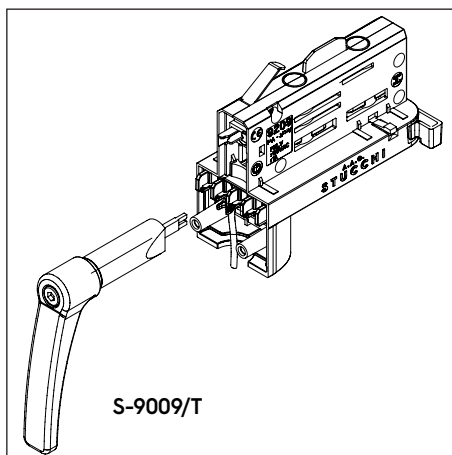
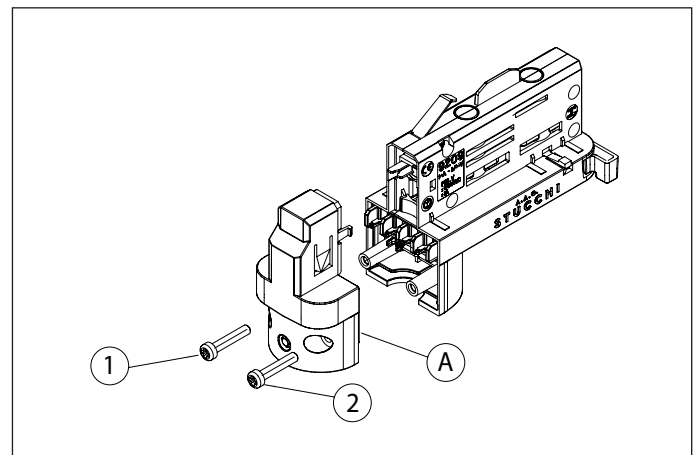

Abb. 1 Stromanschluss Adapter
Abb. 2 Verschließen vom Adapter
Für den Stromanschluss vom Adapter Kabel mit einem Querschnitt von AWG12 verwenden, je nach Stromwert vom Strahler und nach Kabeltyp (verlitzte oder verzinkt). Zum Verkabeln vom Adapter das Spezialwerkzeug (Abb. 1) verwenden. Das Werkzeug muss gesondert bestellt werden. Sicherstellen, dass die Polarität vom Adapter entsprechend der Markierungen (L / N / T / D+ / D-) beachtet wird. Gegen den Leiter drücken, bis er korrekt im Kontakt sitzt. Es sind zwei Kabelklemmen verfügbar für Kabel mit einem Durchmesser von 0,24" bis 0,25". S- 9009/10-... (Grundausführung), S9009/BC-... (mit Blockierungsstift aus Plastik). Zur Befestigung der Leuchten am Adapter kann eines der folgenden drei Zubehörteile verwendet werden: S-9009/M10+S- 9009/D-10, S-9009/M10+S-9009/D10, S-9009/51 (Vorsicht: die Kabelklemme S-9009/BC-... eignet sich nicht für die Verwendung mit diesen Zubehörteilen). Wenn die Leuchte am Adapter angeschlossen worden ist, muss die Abdeckung (A) mit den beiden Schrauben (1) und (2) befestigt werden. Die Abdeckung und die Schrauben werden mit dem Adapter mitgeliefert (Abb. 2)..